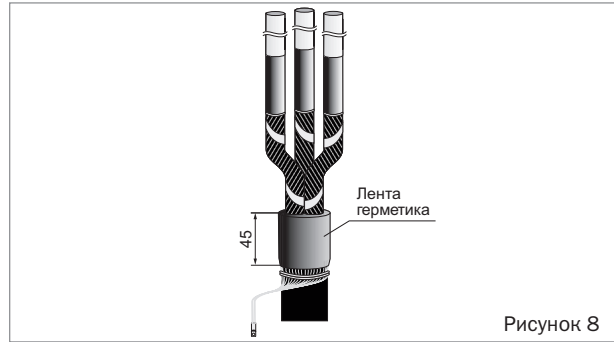

Рисунок 8
- Произвести герметизацию экрана на оболочке кабеля, выполнив намотку из 2–3 витков ленты герметика (рисунок 8а).
- Надвинуть трекингостойкую трубку таким образом, чтобы её конец совпал с краем цилиндрической части наконечника, и произвести усадку с помощью горелки, начиная от наконечника (рисунок 8б).
- Произвести герметизацию экрана на оболочке кабеля, выполнив намотку из 2–3 витков ленты герметика на длине 45 мм от среза оболочки (рисунок 8).